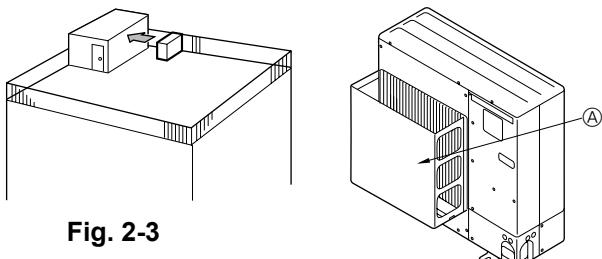
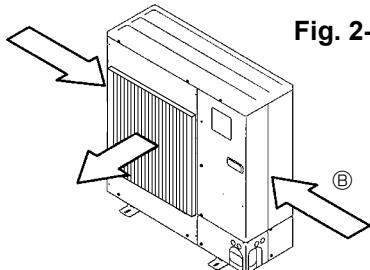

Fig. 2-3
Fig. 2-5
- ① Positionner la sortie d'air vers le mur le plus proche et à environ 50 cm, 19-11/16 inch de celui-ci. (Fig. 2-3)
- ② Installer un guidage d'air et un guidage de sortie d'air en option si l'appareil a été placé à un endroit où les vents violents d'un typhon, etc. peuvent directement s'engouffrer dans la sortie d'air.
- ③ Guidage de sortie d'air
- ④ Placer l'appareil de sorte que la sortie d'air souffle dans la direction perpendiculaire à celle des vents saisonniers, si celle-ci est connue. (Fig. 2-5)
- ⑤ Sens du vent